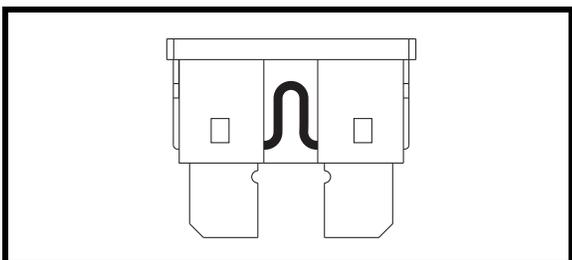

Abb. 26. Betriebsfähige Sicherung
2. Sicherung auf Durchbrennen überprüfen. **Siehe Abb. 26 und 26A.**